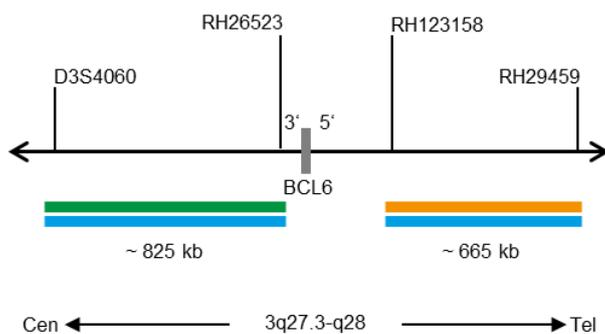

Fig. 2 : Carte de la sonde SPEC BCL6 (pas à l'échelle)
- Polynucléotides marqués au ZyBlue (excitation 418 nm/émission 467 nm) (~70,0 ng/μl), qui ciblent une séquence de 3q27.3* (chr3:186,578,337-187,403,834) proximale de la région des points de rupture de BCL6 colocalisant avec les polynucléotides BCL6 marqués au ZyGreen, et une séquence de 3q27.3-q28* (chr3:187,744,962-188,411,425) distale de la région des points de rupture de BCL6 colocalisant avec les polynucléotides BCL6 marqués au ZyOrange (voir figure 2).